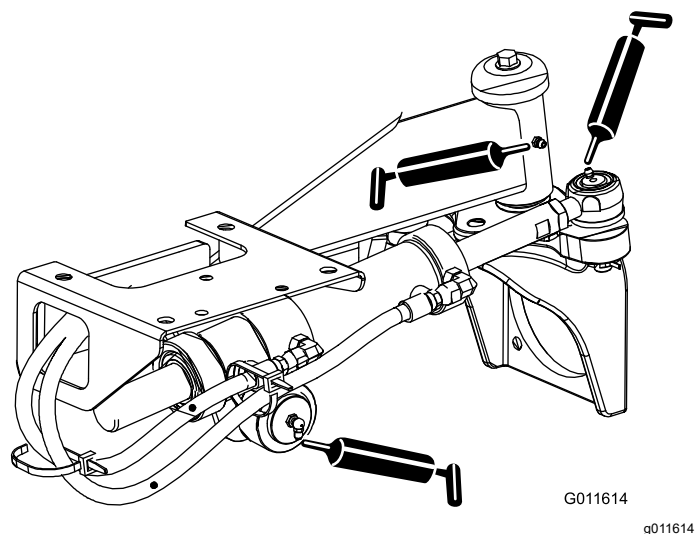

図 70
- ステアリングシリンダのボールジョイント2ヶ所と後アクスル1ヶ所 図 70